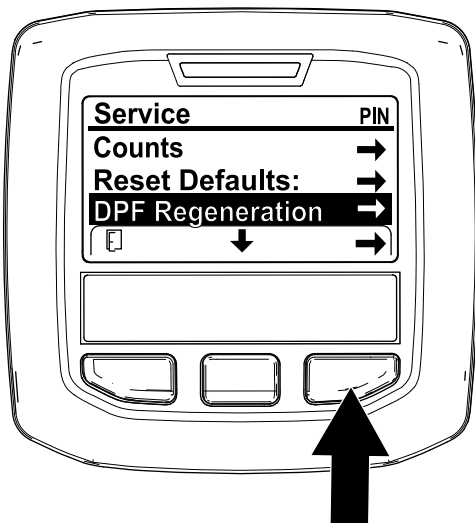

図 53
1. 整備 Serviceメニューから、中央ボタンで下へスクロールして DPF REGENERATIONメニューに入る 図 53。
2. 右側のボタンで DPF Regeneration再生に入る 図 53。